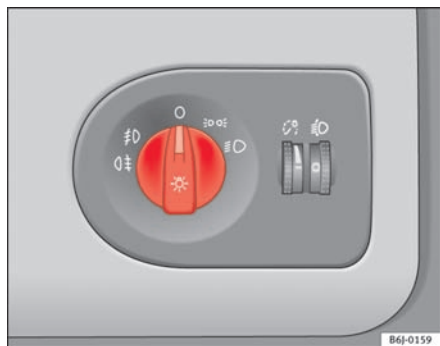

Fig. 50 Udsnit af instrumentpanelet: kontakt til lys, tågeforlygter og tågebaglygte
- Drej lyskontakten $\Rightarrow$ fig. 50 til position $\Rightarrow$.